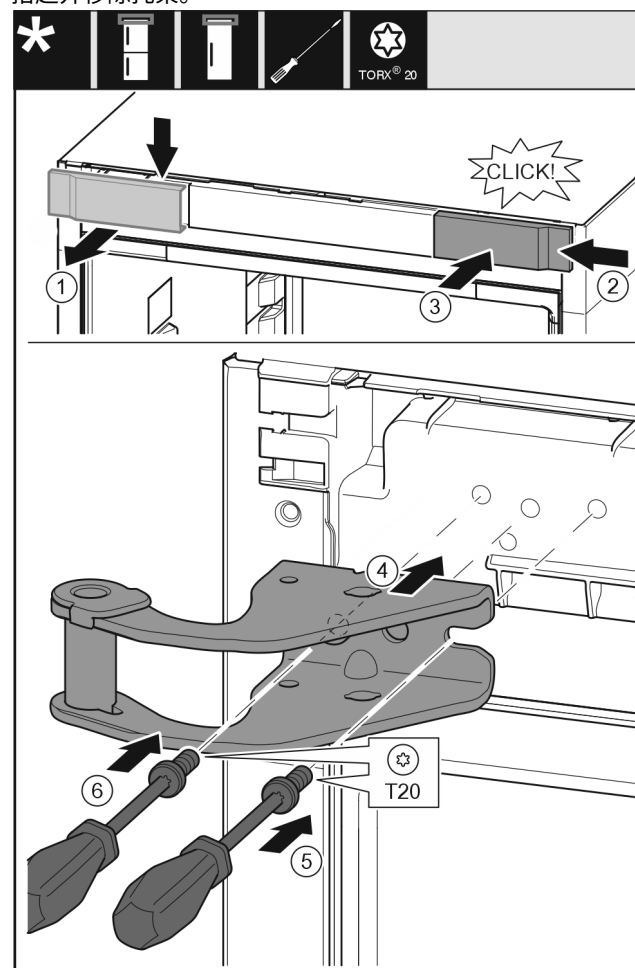

Fig. 13
- ▶ 从上方朝前取下盖板。Fig. 13 (1)
- ▶ 将盖板旋转 180° 至另一侧从右边挂上。Fig. 13 (2)
- ▶ 卡入盖板。Fig. 13 (3)
- ▶ 装上上方的托架。Fig. 13 (4)
- ▶ 用 T20 螺丝刀放上并旋紧螺钉。 Fig. 13 (5)
- ▶ 用 T20 螺丝刀安装并旋紧螺钉。 Fig. 13 (6)